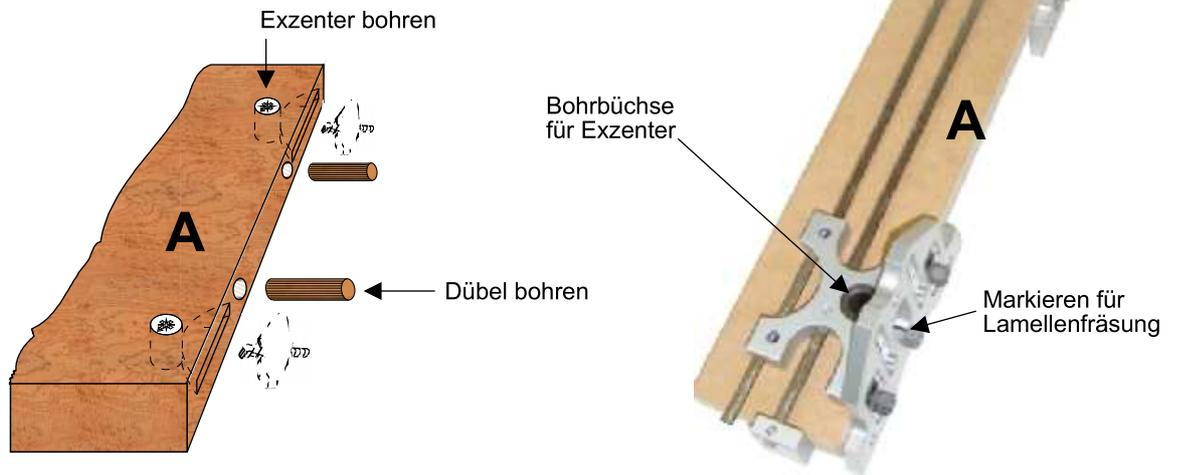

Fig. 9
- Werkteil B, siehe Fig. 9 - 12
- Werkteil B, Dübel bohren, siehe Fig. 9
Sperrholz markieren: - Sperrholz auf Schablone fixieren, siehe Fig. 9